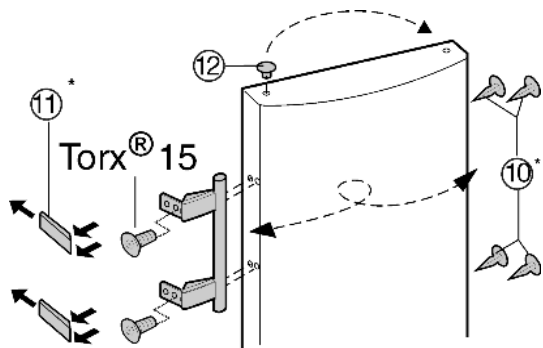

Fig. 6
- ▶ Извлеките пробку Fig. 6 (12) из опорной втулки дверцы и переставьте.
- ▶ Снимите и переставьте на противоположную сторону дверную ручку, пробку Fig. 6 (10) и прижимные пластины Fig. 6 (11).